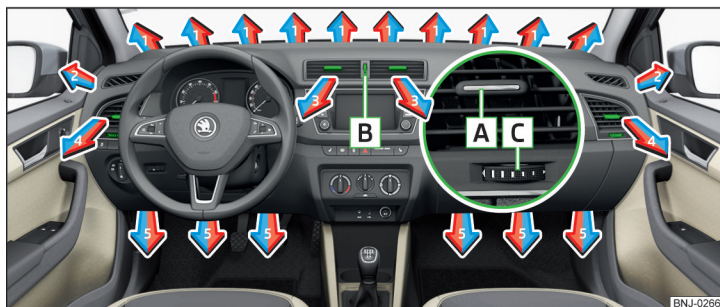

Fig. 113 Difusores de aire
En los difusores de aire **3** y **4** » fig. 113 se puede modificar el sentido de la corriente de aire, y los difusores se pueden también abrir y cerrar individualmente.
El ajuste de la dirección de corriente del aire se realiza por el desplazamiento del elemento de ajuste **A** » fig. 113 en la dirección deseada.
- » Gire la rueda **B** » fig. 113 hacia arriba.
- » Gire la rueda **B** » fig. 113 hacia abajo.
Ajustar la dirección de salida de aire	Difusores de salida de aire » fig. 113